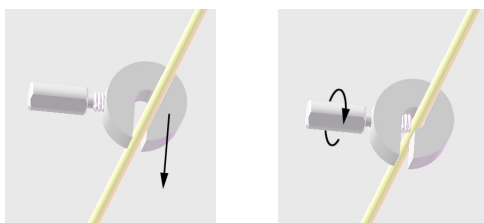

Рис. 2. Установка ограничителя отведения для ГСМ
5. Измерьте необходимую глубину отведения для ГСМ с помощью датчика или линейки и установите ограничитель отведения для ГСМ на эту длину. Для установки ограничителя отведения для ГСМ протолкните отведение для ГСМ в центр ограничителя отведения, затем затяните винт (рис. 2). Это обеспечит ввод отведения для ГСМ на необходимую глубину.